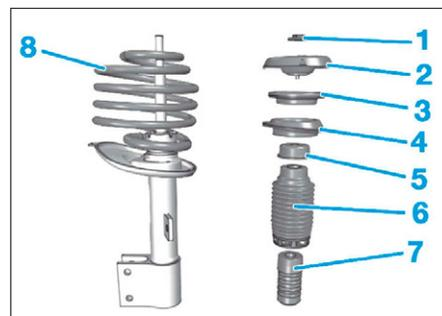

FIG. 14
- Déposer les éléments (1) à (8) (Fig.14).